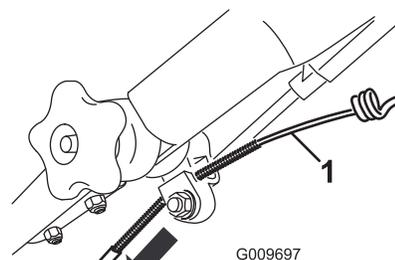

Figura 48
3. Tirate verso il basso la guaina del cavo fino ad eliminare l'imbandito del cavo esposto (Figura 48).